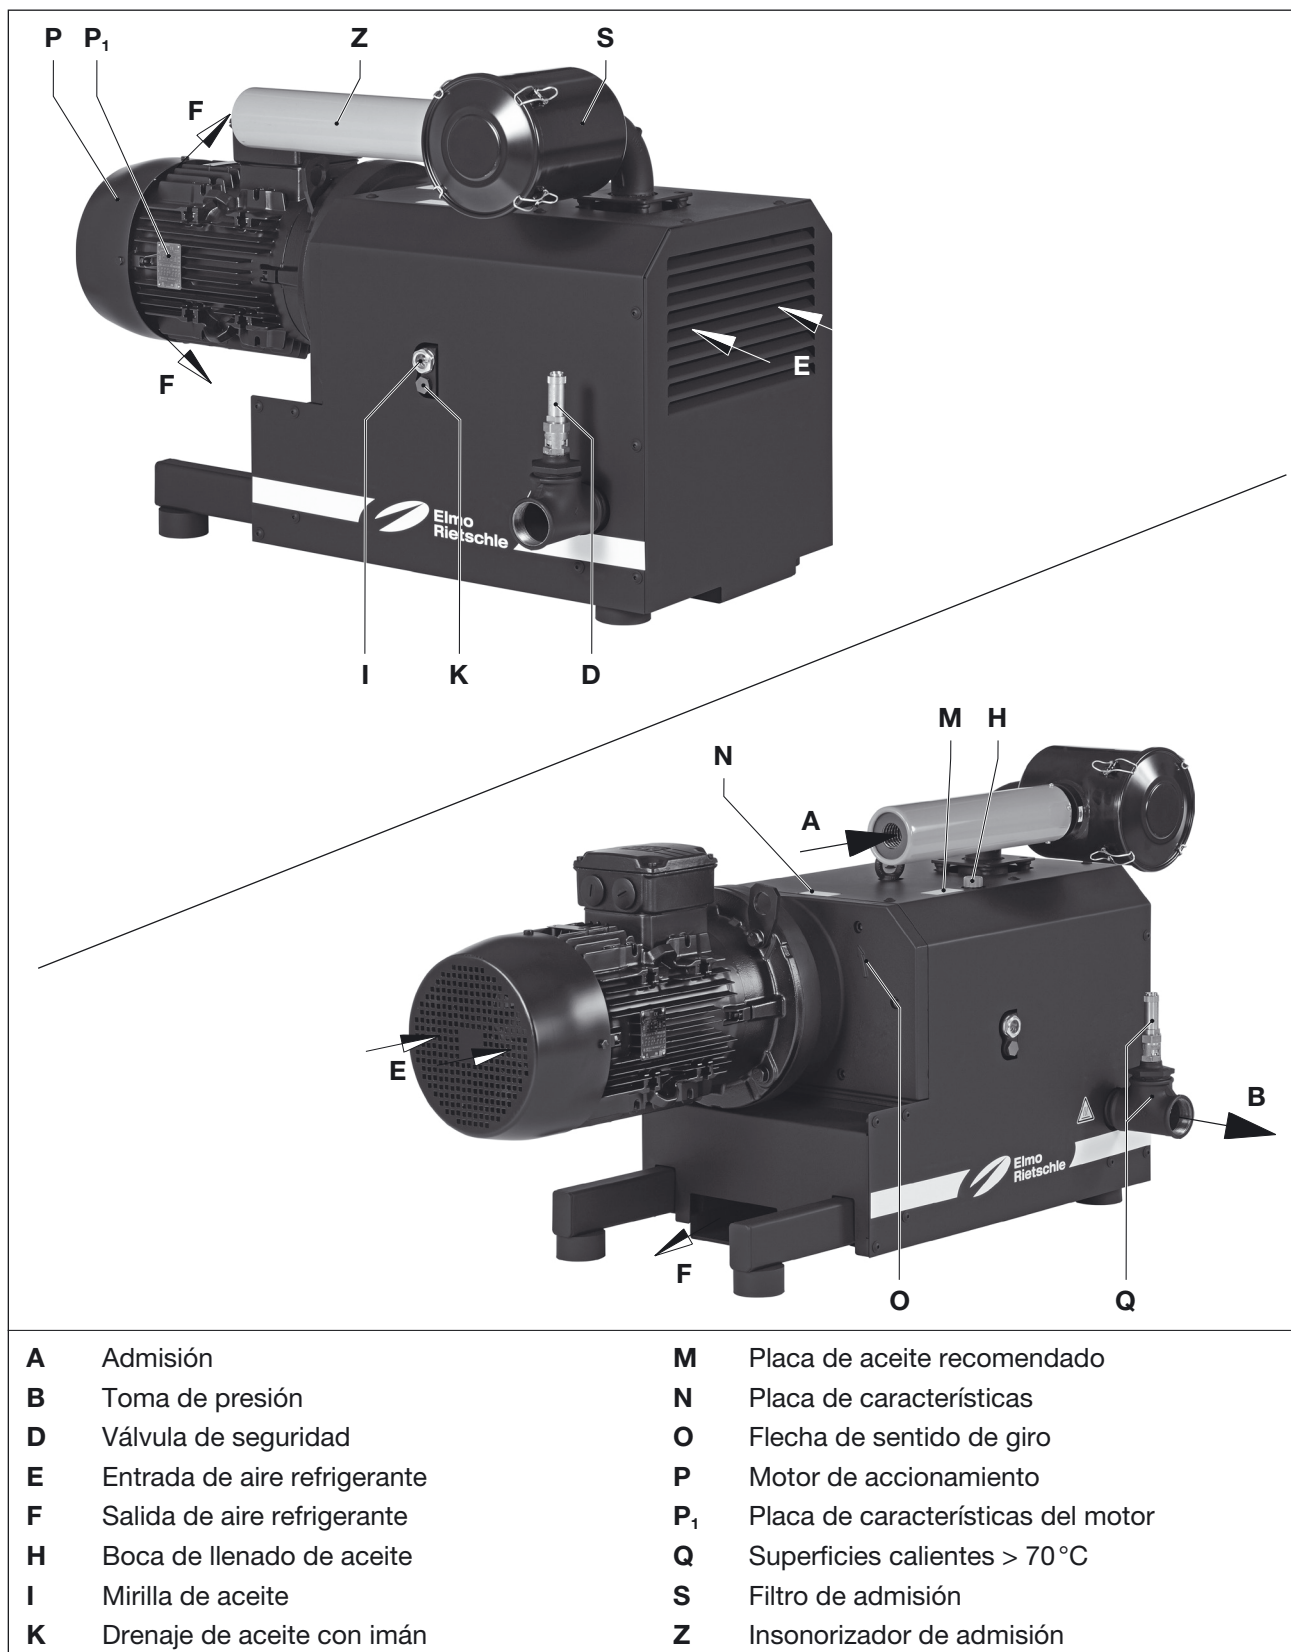

Fig. 2 Compresor C-DLR 301
- La boca de llenado de aceite (Fig. 2/H), la mirilla de aceite (Fig. 2/I) y el drenaje de aceite (Fig. 2/K) deben ser fácilmente accesibles.
La conexión de presión se encuentra en el lateral de la máquina (Fig. 2/B).
- a) Retirar los tapones ciegos/cinta adhesiva de la admisión (Fig. 2/A) y de la conexión de presión (Fig. 2/B).
- b) Conectar la tubería a la conexión de presión (Fig. 2/B).
- a) Comprobar el nivel de aceite lubricante a través de la mirilla del aceite (Fig. 2/I) y, en caso necesario, añadir más.
- b) Cargar el aceite lubricante para las ruedas dentadas y cojinetes en la boca de llenado de aceite (Fig. 2/H) hasta la mitad de la mirilla (Fig. 2/I).
Los datos eléctricos del motor figuran en la placa de características (Fig. 2/N) o en la placa del motor (Fig. 2/P1). Los motores se corresponden con EN 60034 y son de índice de protección IP 55 y clase de aislamiento F. El esquema de conexión correspondiente se encuentra en la caja de bornes del motor (no aplicable en versiones con conector para clavijas).
- b) La dirección de giro del motor debe coincidir con la flecha de sentido de giro (Fig. 2/O) en la brida del motor. ¡Comprobar el sentido de giro!